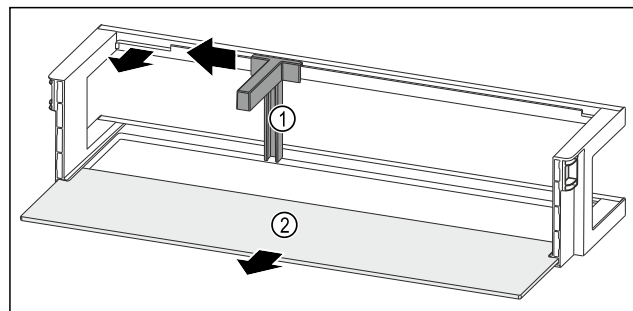

Fig. 128 Рафт на врата с преграда за бутилки и рафт
- ▶ Плъзнете преградата за бутилки Fig. 128 (1) настрани до прореза.
- ▶ Сваляте преградата за бутилки Fig. 128 (1).
► Свалете рафта Fig. 128 (2).